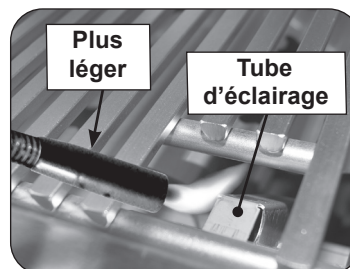

Fig. 38-2 Éclairage manuel via un tube d'éclairage
2. Passez un allumeur brûlant de butane de long-baril ou une allumette brûlante de long-tige dans la grille à cuire s'ouvrant au dessus du tube d'éclairage. (Fig. 38-2). Pour les brûleurs de dos ou les brûleurs infrarouges, maintenez la flamme contre la surface du brûleur de brûleurs arrière / infrarouge.